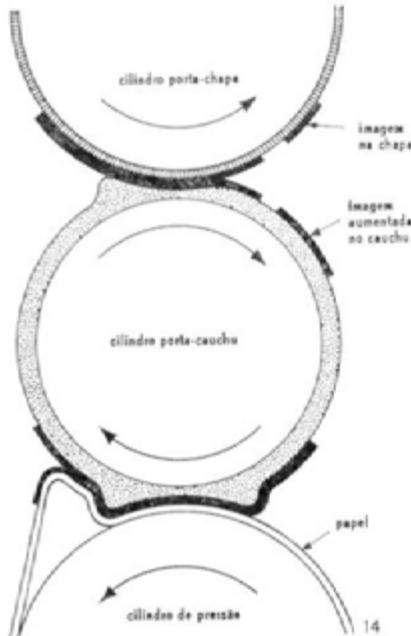

Fig. 14 — Diâmetro do cilindro porta-chapa, menor que o do cilindro porta-borracha
- Que a capa de borracha se contraia pelo lado da entrada da zona de contacto (fig. 14), o que provoca uma fraca tensão na borracha da zona de contacto. Aqui a imagem contrai-se menos do que no caso da rotação perfeita;